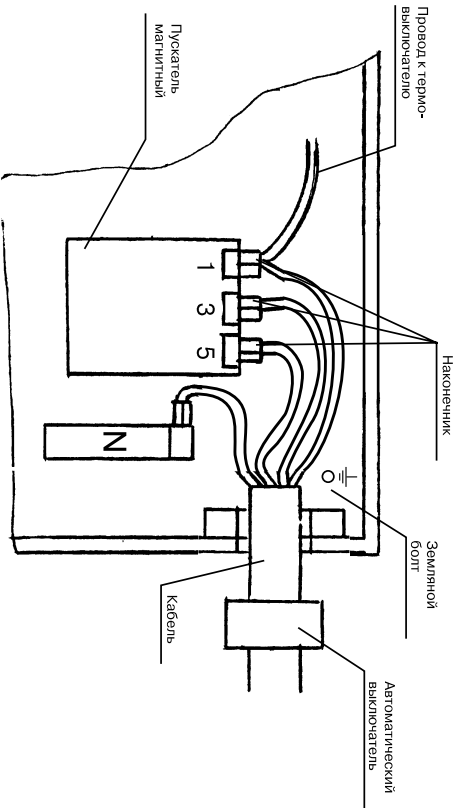

Рис.3.
5.3. Подключение электрочугела к электросети производить согласно схемы рис. 3 с обязательным применением наконечников из комплекта поставки. Наконечники закрепить к проводам рабочей (фазной) проводки (3 шт.), к проводам рабочей и защитной нейтралю (2 шт. – П6-6-ЛТ-07), опать, закрепить гайками к пускателью магнитному (контакты 1,3,5), клемме нейтралю (N) и клемме заземления ($\perp$).